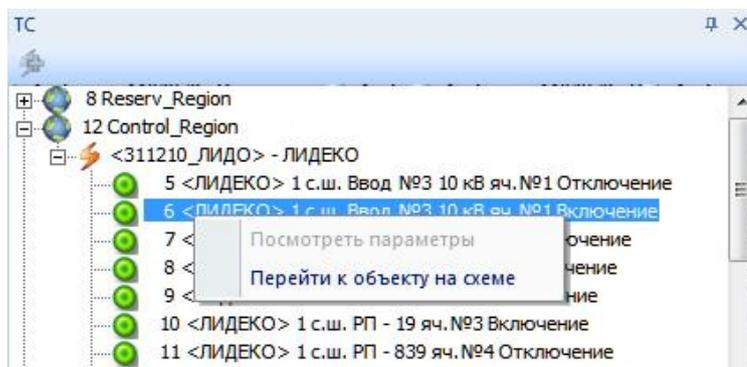

Рисунок 165 – Вид контекстного меню команд для окна «ТС»
- нажать на правую клавишу «мыши» и в контекстном меню (рисунок 165) выбрать команду «Перейти к объекту на схеме».